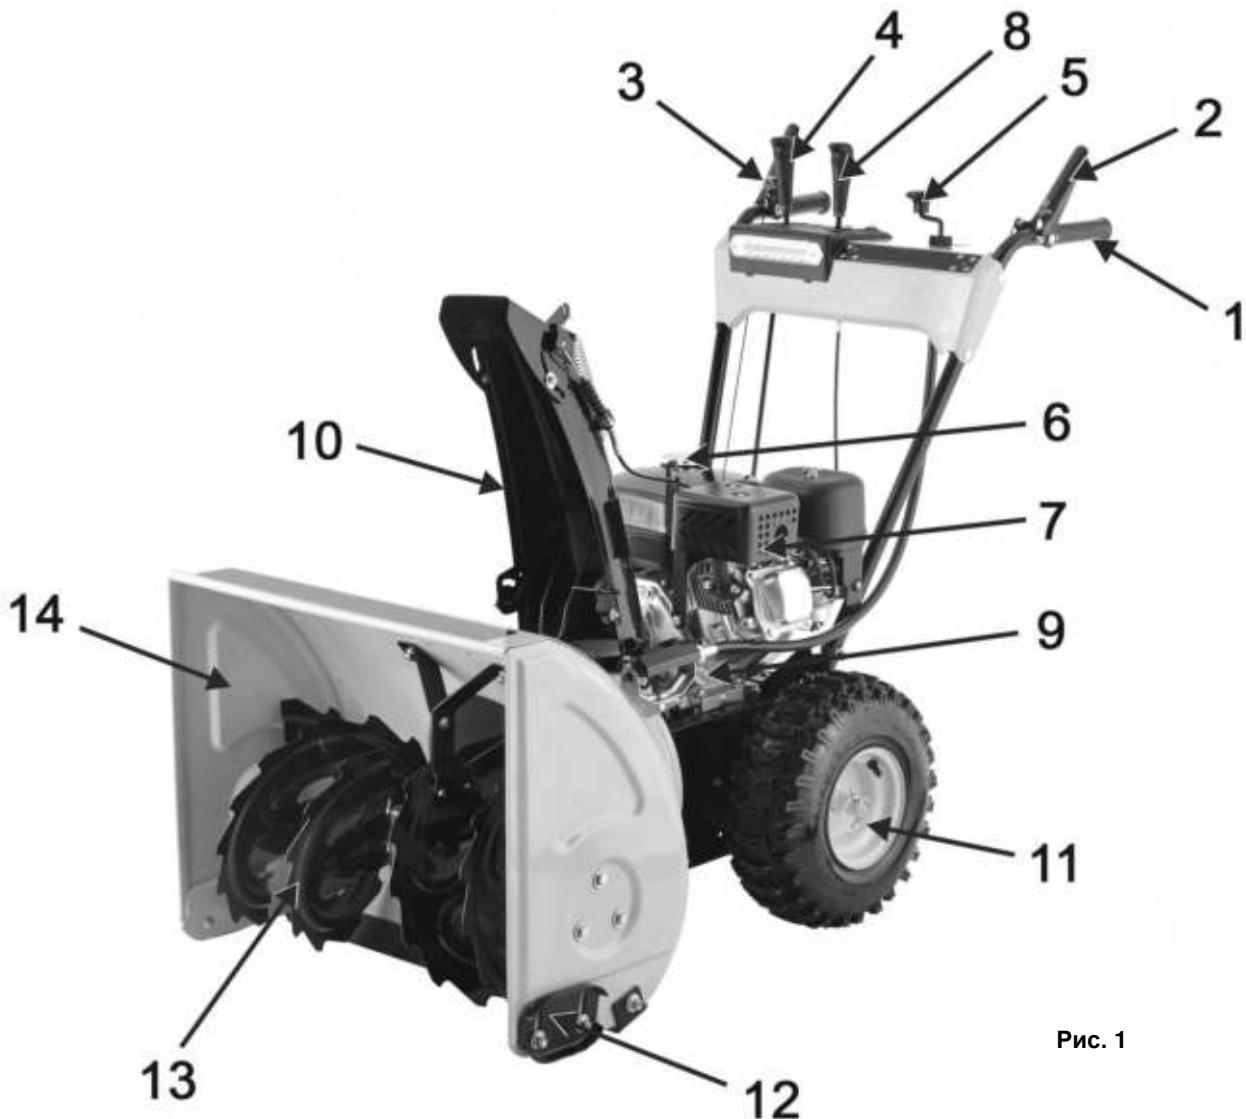
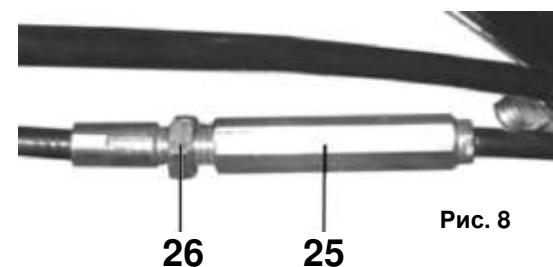

Рис. 1
Рис. 8
- Снегоуборщик вращением лопастей шнека (13)(См. Рис.1) убирает снежный покров с ровных площадей, и через снегоотвод (10) выбрасывает его в выбранную сторону.
- Шнек (13)(См. Рис.1) представляет собой винтовой механизм в виде стержня с наклонными лопастями, приводимый в действие двигателем. Шнек захватывает, и транспортирует снежную массу внутрь снегоуборщика на вращающуюся крыльчатку (импеллер), далее снежная масса выбрасывается в необходимую сторону (влево или вправо), через поворачиваемый желоб (снегоотвод).
- Выбор направления отвода снега устанавливается вручную поворотом рукоятки (5)(См. Рис.1)
- Снегозаборник (14)(См. Рис.1) служит для захвата снега и направления его потока в рабочую зону снегоуборщика (на шнек).
#### **Рычаг привода колес (2)(См. Рис.1)**
- При нажатии рычага привода колес (2), включается система привода, и снегоуборщик начинает движение.
- При отпусканье рычага привода колес (2), привод отключается, и снегоуборщик прекращает движение.
#### **Рычаг привода шнека (3)(См. Рис.1)**
- При нажатии рычага привода шнека (3), включается система привода, и лопасти шнека (13)(См. Рис.1) начинают вращение.
#### **Рычаг переключения скоростей (4)(См. Рис.1)**
- Для изменения скорости и направления движения: остановите снегоуборщик и вращение шнека, переведите рычаг (4)(См. Рис.1) в соответствующее выбранному режиму движения положение.
- Установите желоб снегоотвода (10)(См. Рис.1) на выпускной канал импеллера.
- Установите в отверстие на рычаге управления (2; 3)(См. Рис.1) верхний Z-образный конец троса (19)(См. Рис.4).
- Установите / замените ограничительные башмаки (12)(См. Рис.1; 7) с каждой стороны снегозаборника.
- Рычаги приводов колес и шнека (2) и (3) должны прижиматься к рукояткам руля управления (1)(См. Рис.1) без чрезмерных усилий.
- Проверьте работу рычагов привода колес (2) и шнека (3)(См. Рис.1).
- Рычаги (2) и (3) должны полностью прижиматься к рукоятке управления. Если этого не происходит, значит, тросики перетянуты, и их необходимо ослабить.
- Отрегулируйте приводные тросы с помощью резьбовой втулки (25)(См. Рис.8), расположенной в средней части троса.
- Для натяжения тросика: ослабьте гайку (26), а затем переместите резьбовую втулку (25) вверх и затяните гайку (26)(См. Рис.8) до втулки.
- Для ослабления тросика: ослабьте гайку (26) и переместите резьбовую втулку (25) вниз и затяните гайку (26) до втулки.